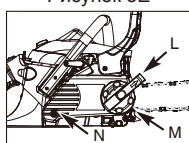
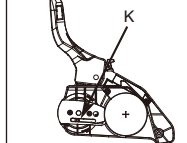

Рисунок 3F
Рисунок 3G
10. Поворачивайте рукоятку (J) ПРОТИВ ЧАСОВОЙ СТРЕЛКИ, пока ХВОСТОВИК (K) не окажется в крайнем положении (рис. 3F).
12. Туго затяните крепежный винт (N) и выполните шаг 13 для регулировки натяжения цепи.
13. Поверните кольцо регулировки натяжения цепи по часовой стрелке до упора (M); вытяните кнопку в направлении стрелки (L); затем затяните рукоятку по часовой стрелке и задвиньте кнопку управления назад (рис. 3G).